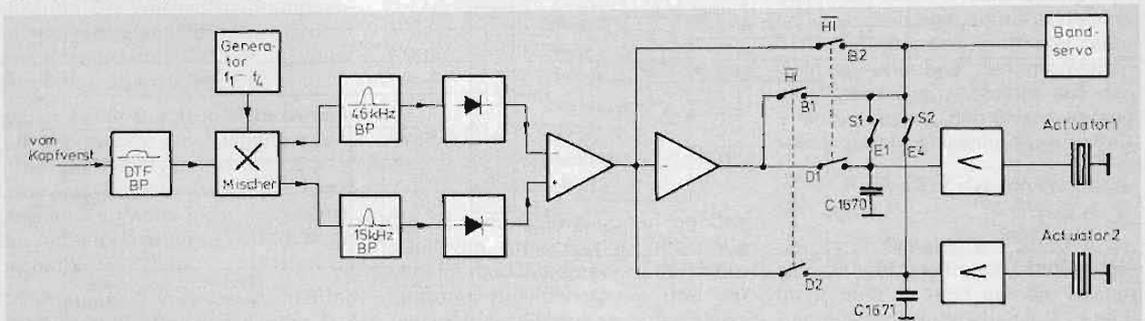

Bild 13 Blockschaltbild „Wiedergabe“
b) Wiedergaberegulung (Blockschaltbild Bild 13)
Die phasenrichtige Zuordnung der Regelspannung zu den Actuatoren erfolgt durch die HI- und HI-Impulse. Diese Impulse werden über die bei Wiedergabe geschlossenen Schalter D 3 und D 4 auf die Schalter D 1 und D 2 gegeben, welche die Regelspannung den entsprechenden Actuatoren zuordnen. Dabei ist – wie im Bild 13 zu sehen – die positive Impulshälfte des HI-Impulses (über IC 1690) dem Actuator 1 zugeordnet. Analog dazu öffnet die positive HI-Impulshälfte den Schalter D 2 und steuert über die andere Hälfte des Dual-Operationsverstärkers IC 1690 den Actuator 2 an.